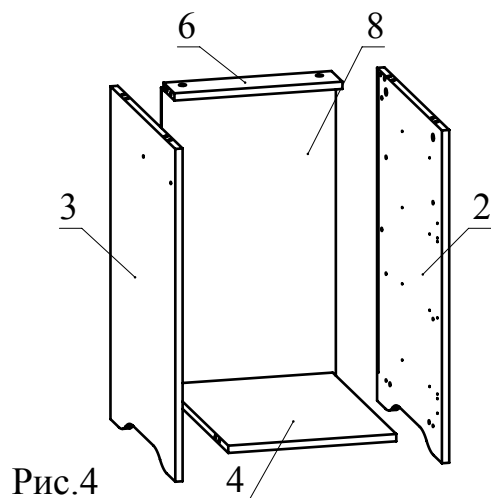

Рис.4
3. Установите детали 6 и 4 на деталь 3 и зафиксируйте, повернув головки минификс по часовой стрелке до упора. Вставьте в пазы деталей 3, 4, 6 деталь 8 (Рис. 4). Установите деталь 2 на детали 4, 6 и зафиксируйте, повернув головки минификс по часовой стрелке до упора (Рис. 4).